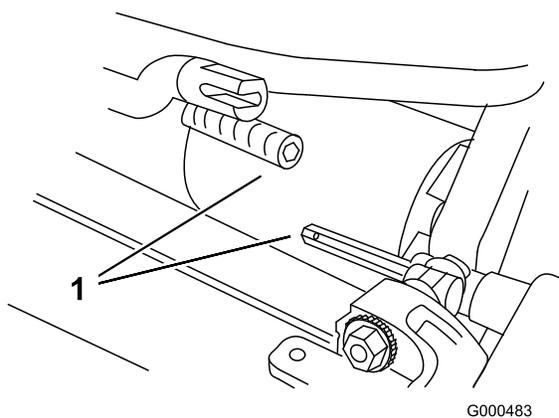

图5
3. 将滚刀组推入主机下方左侧的位置，接合变速箱联轴器（图5）。